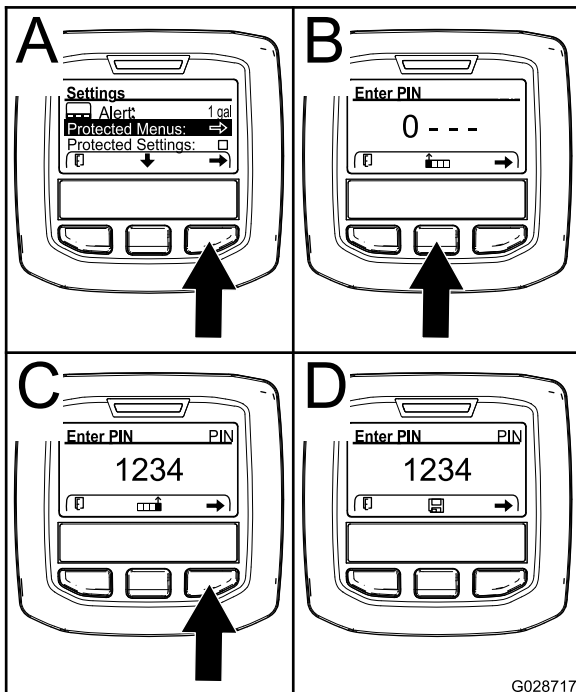

Figure 72
- Appuyez sur le bouton de sélection central (B de Figure 72) pour augmenter la valeur numérique (0 à 9).
- Appuyez sur le bouton de sélection droit (C de Figure 72) pour amener le curseur à la valeur numérique suivante à droite.
**Remarque:** L'icône de sauvegarde s'affiche alors au-dessus du bouton central (D de Figure 72).
- Appuyez sur le bouton de sélection droit pour sélectionner les menus protégés (A de Figure 72).